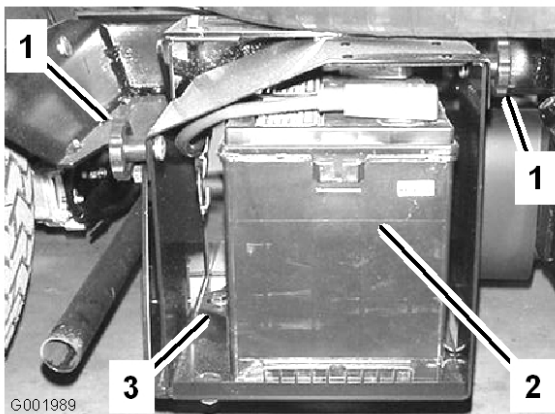

Figura 55
2. Allentate le manopole ai lati della cassetta della batteria e togliete il coperchio della batteria (Figura 55).
5. Togliete la cinghia della batteria e i dispositivi di fermo (Figura 55).
2. Montate la cinghia della batteria e fissatela con i dispositivi di fermo tolti in precedenza (Figura 55).
4. Montate il coperchio della batteria e fissatelo con le due manopole (Figura 55).
1. Allentate le manopole ai lati della cassetta della batteria e togliete il coperchio della batteria (Figura 55).